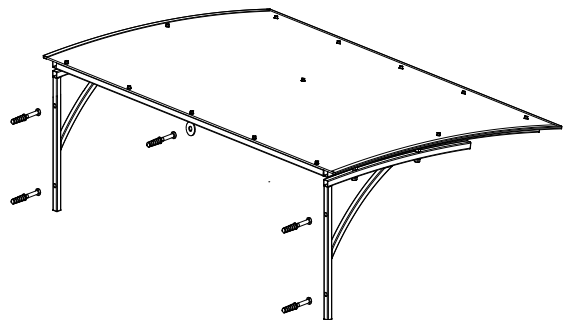

Рис.6
-1 отверстие будет располагаться горизонтально (приваренная к рамке 1 круглая шайба). *Рис.6.*
- 4 отверстия (по 2 в каждом кронштейне) будут располагаться вертикально. *Рис.6.*